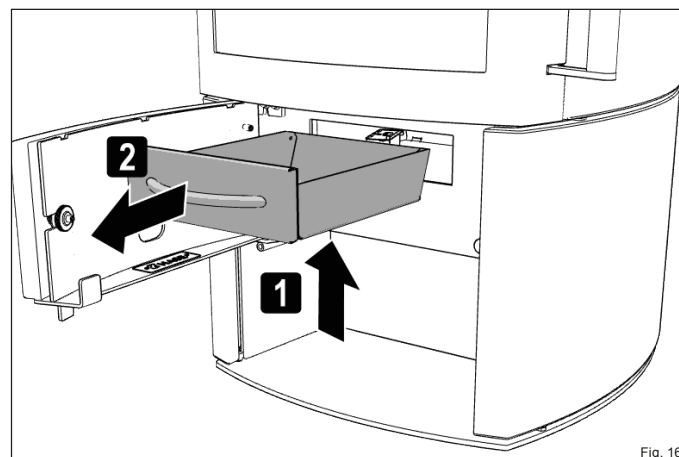

Fig. 16
- ▶ **Ôtez le bac à cendres du foyer (Fig. 16).**
- Tirez le bac à cendres hors de l'ouverture par le capot (Fig. 16).